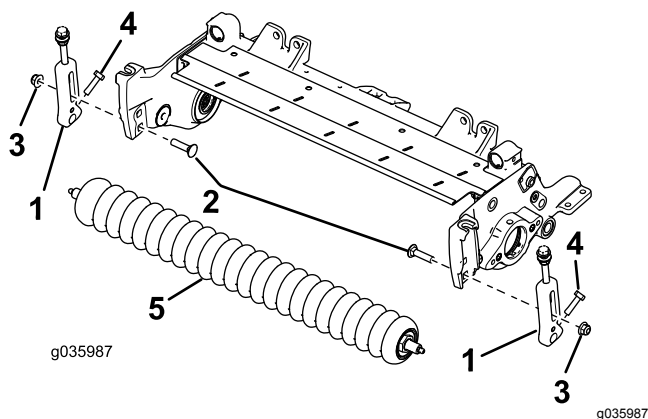

Figura 2
- Desaperte os parafusos que fixam os suportes da altura de corte ao eixo dianteiro do rolo (Figura 2).
- Retire os suportes da altura de corte existentes e o rolo dianteiro das placas laterais da unidade de corte (Figura 2).
- Retire os parafusos de carroçaria e porcas de bloqueio que fixam os suportes da altura de corte às placas laterais da unidade de corte (Figura 2).